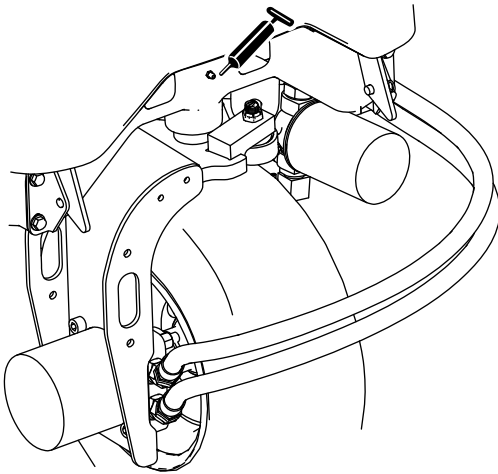

**Figura 35**
- Extremos de los cilindros del SideWinder (2) (Figura 35)